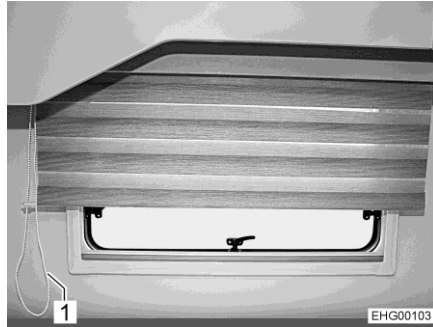

Fig. 107 Persiana enrollable variable, zona posterior
- Oscurecer/ensombrecer:** ■ Tirar el ramal de la cadena de tiro (Fig. 107,1) el cual cierra la persiana enrollable variable hasta que la persiana enrollable variable se encuentre en la posición deseada.
- Eliminar el oscurecimiento:** ■ Tirar el ramal de la cadena de tiro (Fig. 107,1) el cual abre la persiana enrollable variable hasta que la persiana enrollable variable se encuentre en la posición deseada.